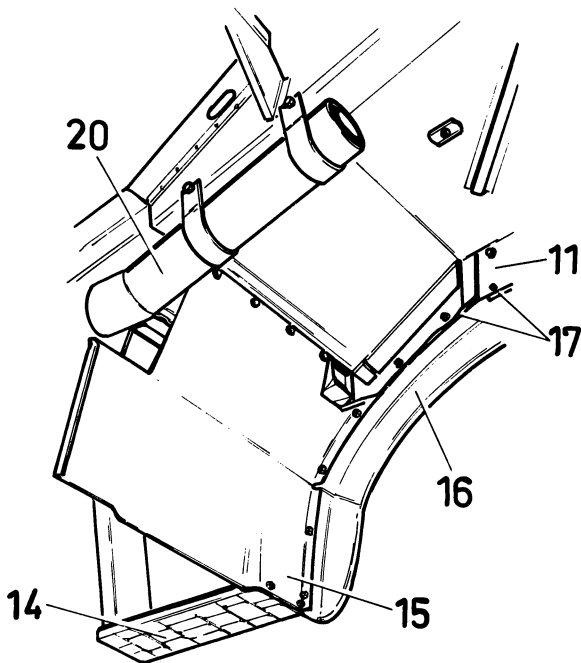

Fig. 3.
1. Monteer de drempelplaat (11) (fig. 3).
4. Zet de spatbordplaat (15) tegen de cabine vast (fig. 3).
5. De rubber spatbordrand 16 wordt ingeklemd tussen de zijkant van de cabine en een meta-len versterkingsprofiel (17).
6. Monteer de bumpstop met steun (18) tegen de zuil voor de opstap (12). Pas als de cabine op het chassis wordt gemonteerd, wordt de bumpstop op de juiste plaats geschoven en vastgezet. (Zie bladzijde 28, punt 22.)
1. Monter le seuil (11) (fig. 3).
17. Sluit de rubberslang van het luchtfilter aan op de metalen aanzuigbuis (20) (fig. 3) en zet de slang vast met een klemband.
18. Sluit de rubber aanzuigslang van de motor aan op de metalen aanzuigbuis (20), (fig. 3) en zet de slang vast met een klemband.
19. Monteer de stop-manette (78) tegen de zijkant van de motortunnel en sluit de betreffende kabel aan op de brandstofpomp.
17. Raccorder le tuyau en caoutchouc du filtre à air sur le tuyau d'aspiration en métal (20) (fig. 3), et serrer le tuyau au moyen d'un collier de serrage.
18. Raccorder le tuyau d'admission d'air du moteur sur le tuyau métallique (20) (fig. 3), et serrer le tuyau au moyen d'un collier de serrage.